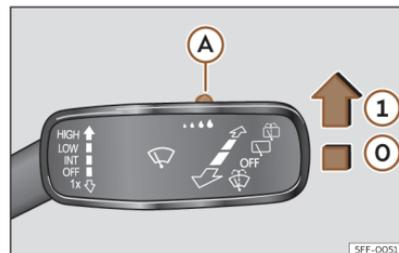

Fig. 104 Palanca del limpiaparabrisas: ajustar el sensor de lluvia (A).
Presione la palanca a la posición deseada >>> **fig. 104.**
- ① Sensor de lluvia activo; barrido automático si es necesario.
Tras desconectar el encendido y volver a conectarlo, el sensor de lluvia permanece activado y funciona de nuevo cuando el limpiaparabrisas está en la posición >>> fig. 104 ① y se circula a más de 16 km/h (10 mph).